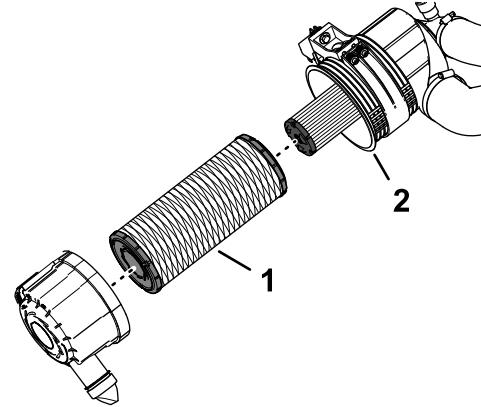

Bild 120
- Entfernen Sie den Hauptfiltereinsatz (Bild 120).